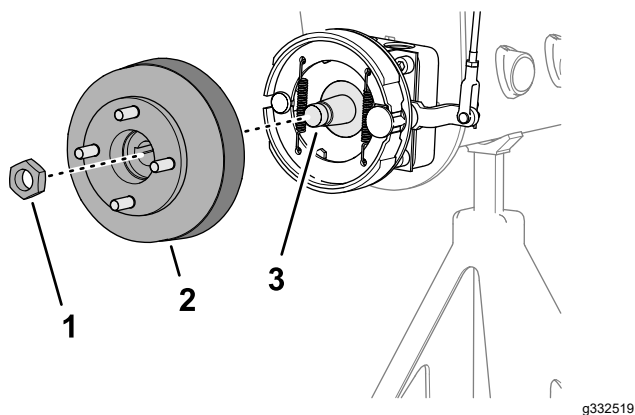
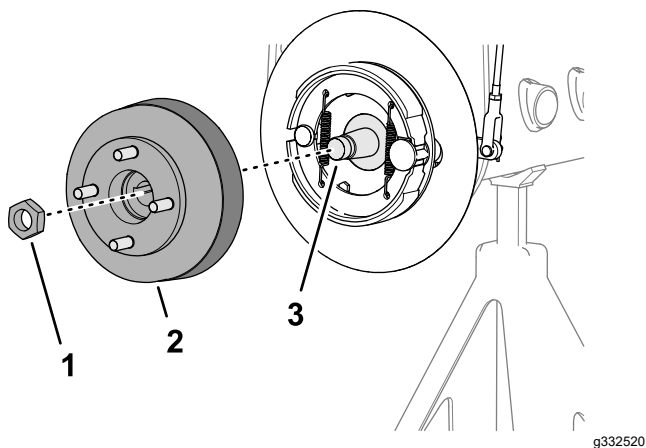

Рисунок 63
Рисунок 64
1. Отверните контргайку крепления ступицы к валу колесного мотора (Рисунок 63 или Рисунок 64).
4. Используйте указанный съемник ступицы колеса, чтобы снять ступицу колеса и тормозной барабан с вала колесного мотора (Рисунок 63 или Рисунок 64).